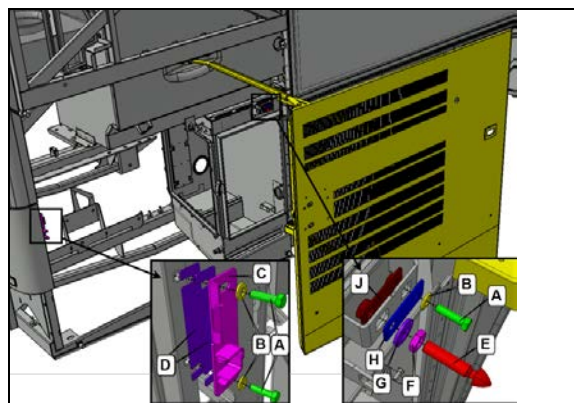

FIGURE 118:
9. Installer la plaque d'alignement/verrouillage C et la goupille d'alignement/verrouillage E. Centrer ces éléments dans leurs rainures de montage respectives. (Figure 118:). Les composants doivent être ajustés, mais pas trop serrés pour permettre l'ouverture facile de la porte.